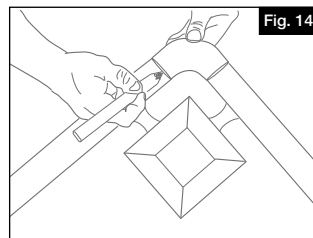

Fig. 14
- b. Placer le coin en ligne avec chaque section droite. Marquer et couper les sections (figure 14).